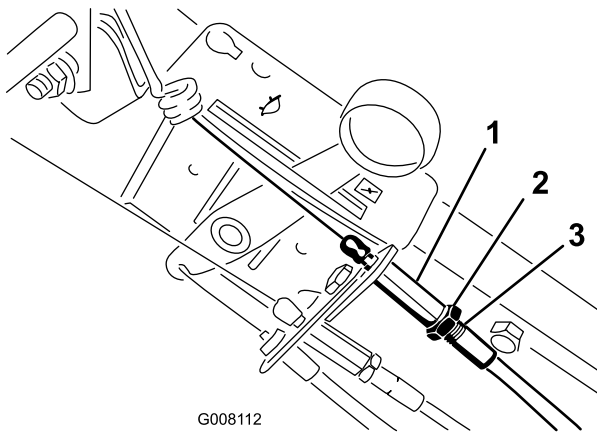

Figura 31
4. Vuelva a ajustar el cable en el manillar de manera que quede expuesta una longitud de 6 mm (1/4 pulgada) de la rosca, y apriete la tuerca (Figura 31).